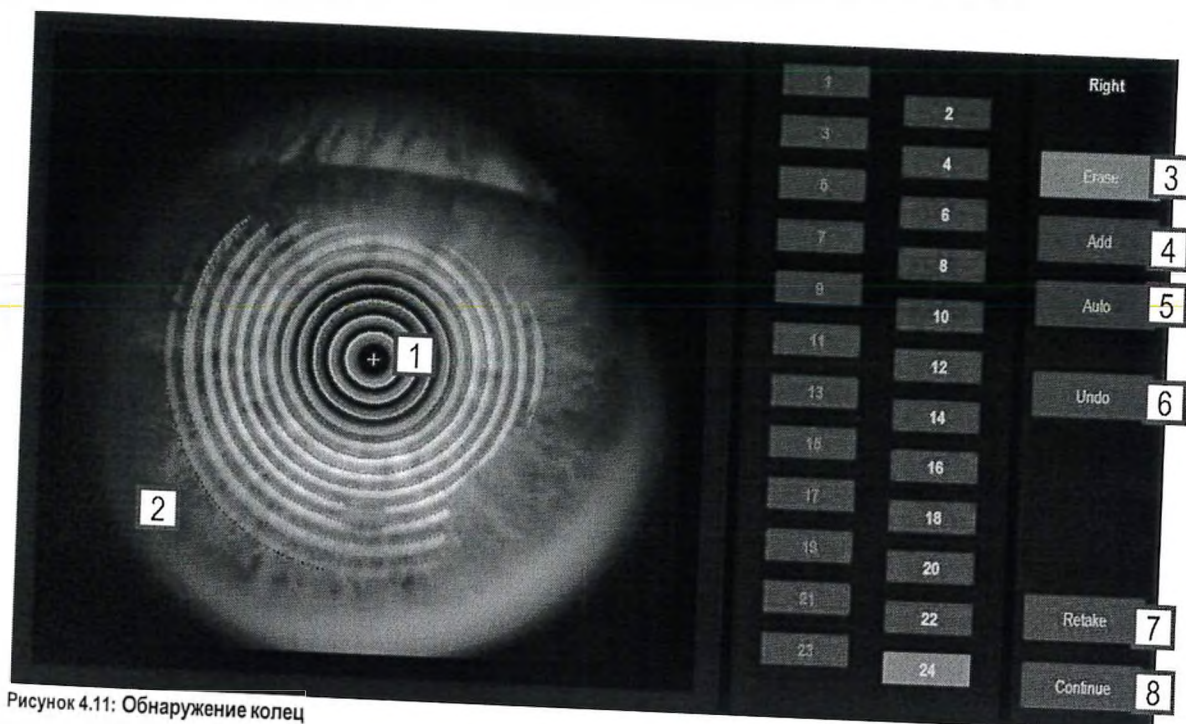
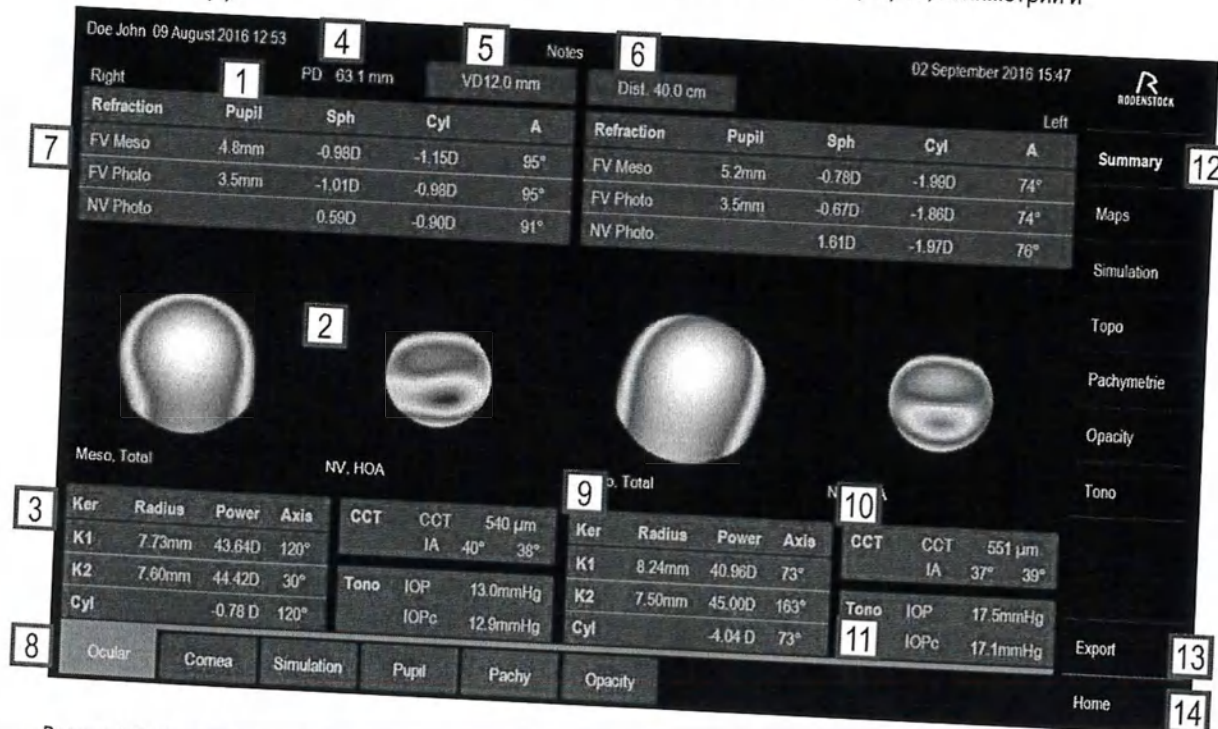

Рисунок 4.11: Обнаружение колец
Рисунок 4.23: Экран результатов
После окончания измерения на экран выводятся соответствующие результаты в зависимости от выбранных параметров (например, Рисунок 4.23). Для измерений DNEye Scan и кератотопографии сначала выводится экран обнаружения колец (Рисунок 4.11 Обнаружение колец).
Значение PD в середине верхней части (4) экрана показывает общее межзрачковое расстояние и отображается только при измерении обоих глаз. Значения рефракции и карты aberrаций рассчитываются с помощью отображаемого на экране CVD (5). Вы можете переключаться между ранее определенным значением CVD в настройках и значением 0 мм, нажав на кнопку CVD (Глава 5 Настройки). Результаты измерения объективных значений рефракции будут автоматически пересчитаны. Значение CVD в DNEye Scanner 2+ не используется в качестве индивидуального параметра CVD при расчете линз. При заказе линз значения CVD измеряются с помощью инструмента или видеосистемы ImpressionIST. Также, все значения и карты распределения рефракции для близи рассчитываются для расстояния при чтении - 40 см (6). С помощью кнопки "Заметки" вы можете вызвать текстовый блок, в который вы сможете записать комментарии к измерению. Рисунок 4.23 показывает результаты объективной рефракции для правого и левого глаз с рефракционными данными по сфере, цилиндру и углу астигматизма при разной ширине зрачка (в мезопических и фотопических условиях освещения) вдаль и вблизи. (7).